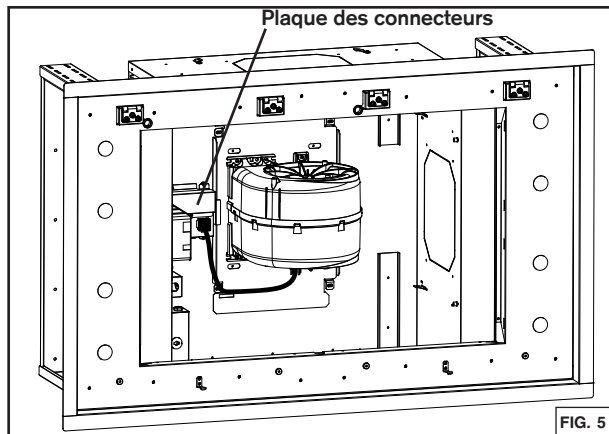

FIG. 5
3. Fixer chaque châssis du support télescopique à la charpente du support de la hotte à l'aide de 10 vis no. 8 x 1-3/8 po fournies. Se référer à la FIG. 5.